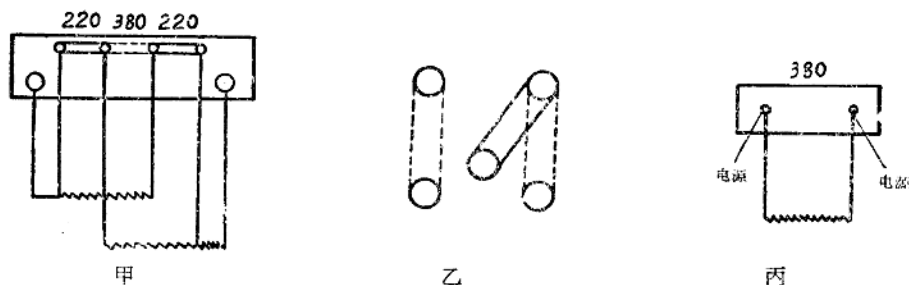

图 1-4 电焊机一次线圈接法
1. 根据电源电压与电焊机名牌接好一次线路(如图 1-4 是常用的电源接线方法);